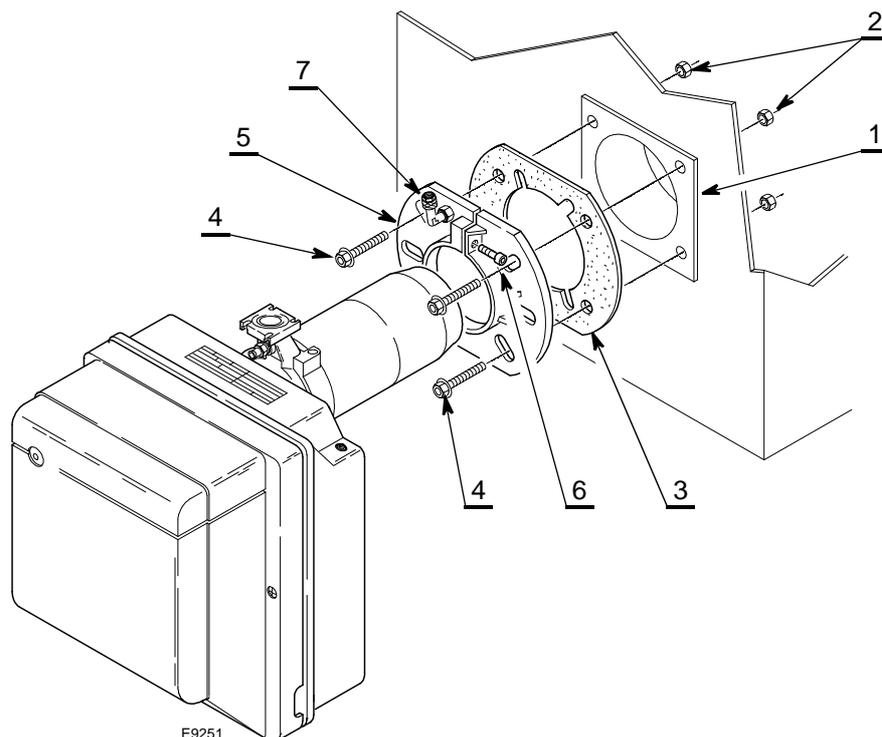

Fig. 10
- Monte en la brida 5)(Fig. 10) la toma de presión 7) suministrada con el quemador.
- Fije la brida 5) en la puerta de caldera 1)(Fig. 10) interponiendo la junta aislante 3) con los cuatro tornillos 4) y (si es necesario) las tuercas 2) sin apretar uno de los dos tornillos superiores 4).